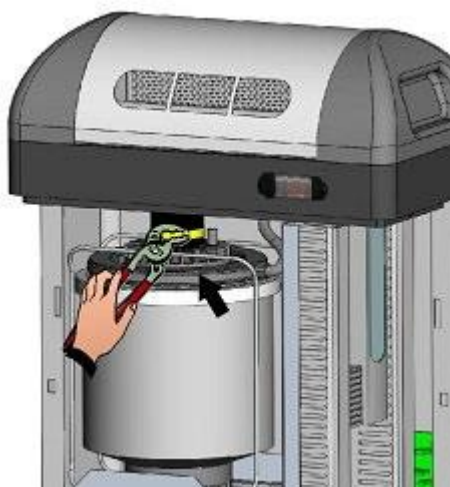

Fig. 5
6. Collegare il manicotto vapore alla flangia dell'umidificatore (**Fig. 5**).